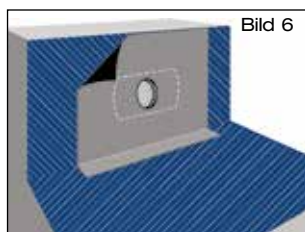

Bild 6
1.7 Bei bituminösen Dampfsperrenbahnen sind Decke und Wand mit Bitumen-Voranstrich zu versehen (Bild 6 bzw. 6A).